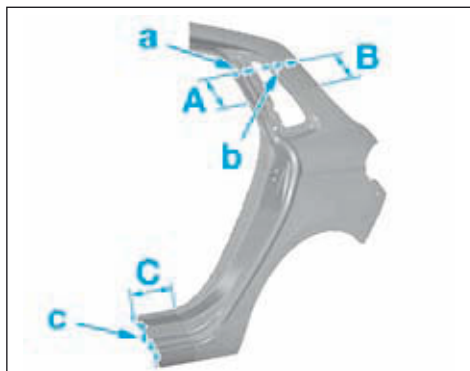

FIG.100
- Tracer puis découper en (a), (b) et (c) dans les zones de coupe (A), (B) et (C) (Fig.100).